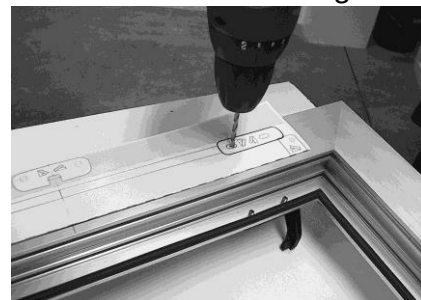

Figure 8
- Е. Просверлить отверстия по шаблону (Fig. 8).